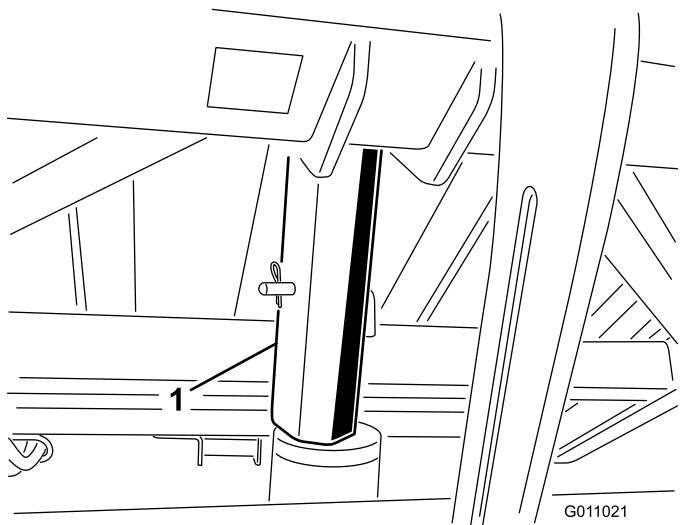

Рисунок 27
- Установите предохранительную опору бункера на шток цилиндра, убедившись, что концы опоры упираются в корпус гидроцилиндра и в торец штока цилиндра (Рисунок 27).